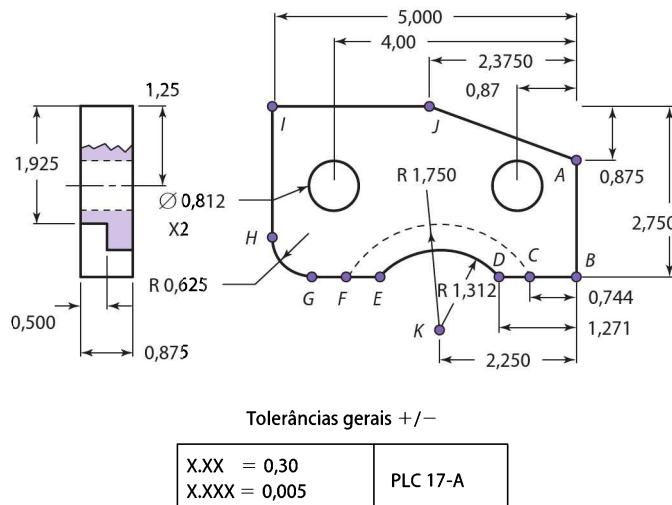

Figura 1-57 Questões 3-10.
As questões de 3 a 6 referem-se à Figura 1-57 e ao seguinte planejamento:
3. Na Figura 1-57, observe que a peça PLC 17-A não está dimensionada geometricamente. Onde o PZP deveria ser colocado no desenho para escrever o programa do perfil fresado? Explique.
10. Com a peça na orientação do desenho, escreva as coordenadas absolutas da geometria da peça. Na Figura 1-57, temos os pontos na ordem dada. Deixe as entradas nulas não escritas. Você não está escrevendo as instruções para desenhar a curva, apenas listando as coordenadas.